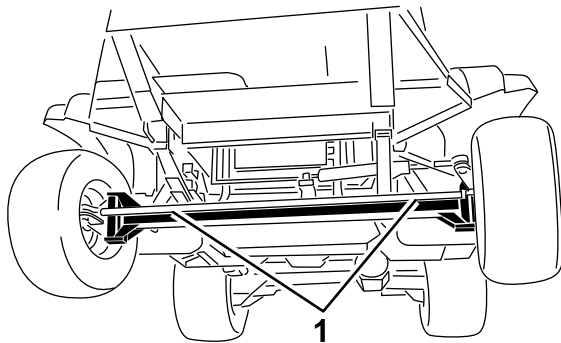
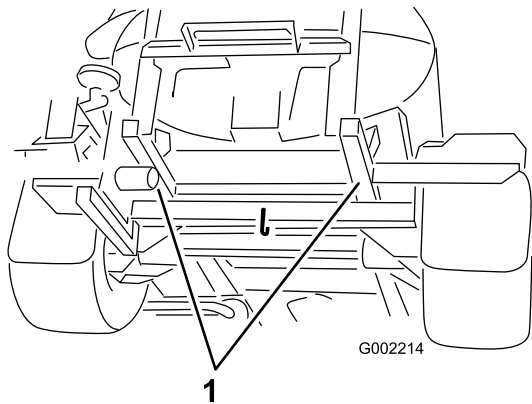

図 58
図 59
4. 牽引ロープを取り付ける車両前後のロープ掛けポイントについては図 58 と 図 59 を参照。